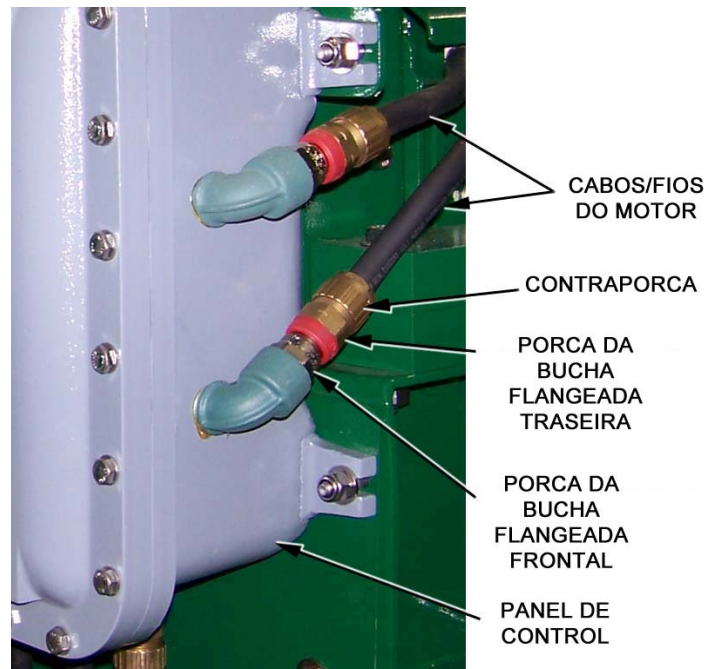

Figura 7-6 Conexões do Motor ao Painel de Controle
2. Passe os fios através dos cotovelos para dentro do painel de controle (Figura 7-6).